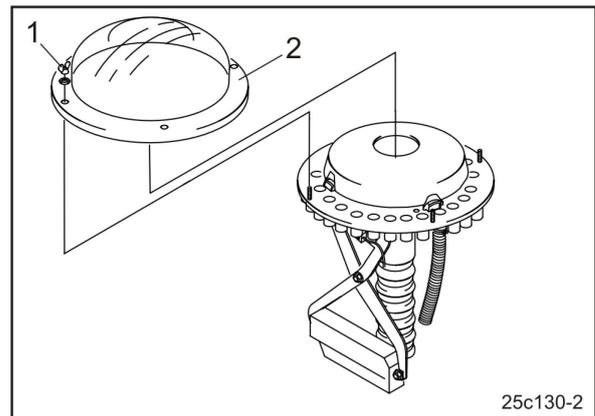

Fig. 107
4. Flügelmuttern (Fig. 107/1) lösen und die durchsichtige Kunststoffkappe (Fig. 107/2) vom Verteilerkopf abziehen.
6. Kunststoffkappe (Fig. 107/2) montieren.
7. Kunststoffkappe mit Flügelmuttern (Fig. 107/1) befestigen.